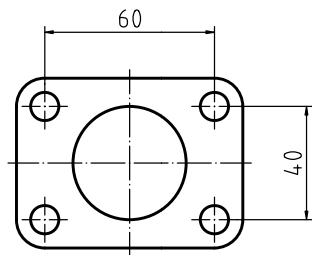

图 5-11 矩形阵列后
第 10 步，命令提示为“选择夹点以编辑阵列或 [关联 (AS) /基点 (B) /计数 (COU) /间距 (S) /列数 (COL) /行数 (R) /层数 (L) /退出 (X)] <退出>:”时，按回车键，结束命令。完成“矩形阵列”，如图 5-11 所示。